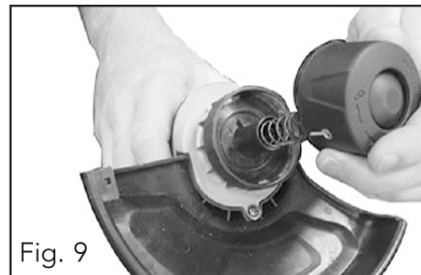

Fig. 9
2. La gresstrimmeren ligge opp ned, og monter fjæren i spoleshuset. Trykk spolen og spoledekselet tilbake på plass i spoleshuset. Drei spolen med klokken for å låse den (fig. 9).